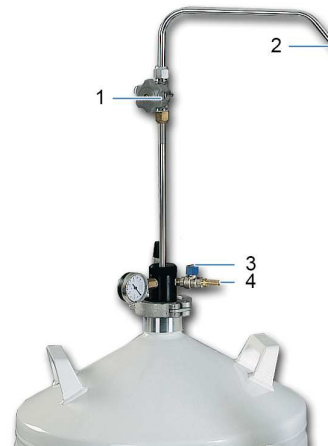

Figura 8-9 : utilización de la bomba DL3.
1. Abra ligeramente la válvula de vaciado de líquido (Figura 8-9, rep. 1). Compruebe que la presión sea inferior a 0,5 bares. Al principio saldrá nitrógeno gaseoso, y seguidamente nitrógeno líquido (Figura 8-9, rep. 2).
2. Cuando salga líquido, ya podrá abrir totalmente la válvula de vaciado (Figura 8-9, rep. 1).
3. Vuelva a cerrar la válvula de vaciado (Figura 8-9, rep. 1) para detener la salida del nitrógeno.